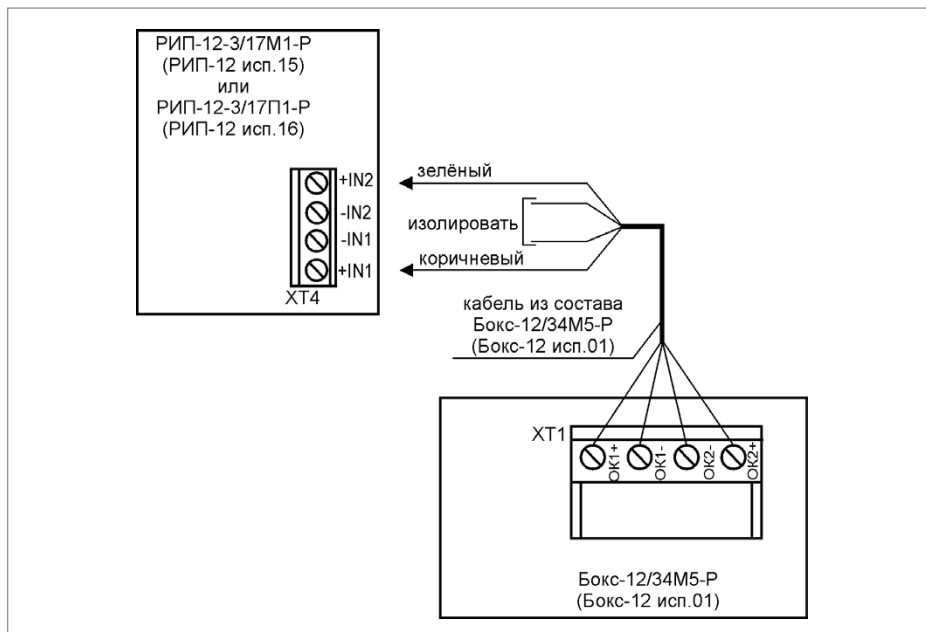

Рисунок 13. Схема подключения Бокс-12 исп.01 (Бокс-12/34М5-Р) к РИП
1. Схема подключения Бокс-12 исп.01 (Бокс-12/34М5-Р) (далее - Бокс) представлена на Рисунок 13. Кабель подключения Бокса к РИП входит в комплект поставки Бокса и подключен к колодке ХТ1.